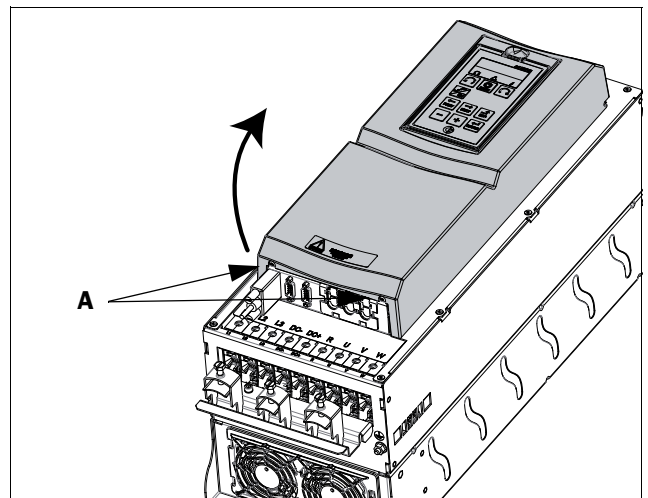

Abb. 35 Nehmen Sie bei den Baugrößen C2 bis F2 und FA2 die Frontabdeckung ab (Prinzipzeichnung).
- Lösen Sie die zwei Schrauben A (siehe Abb. 35) an der Abdeckungsunterseite durch mehrmaliges Drehen (Sie brauchen die Schrauben nicht zu entfernen).